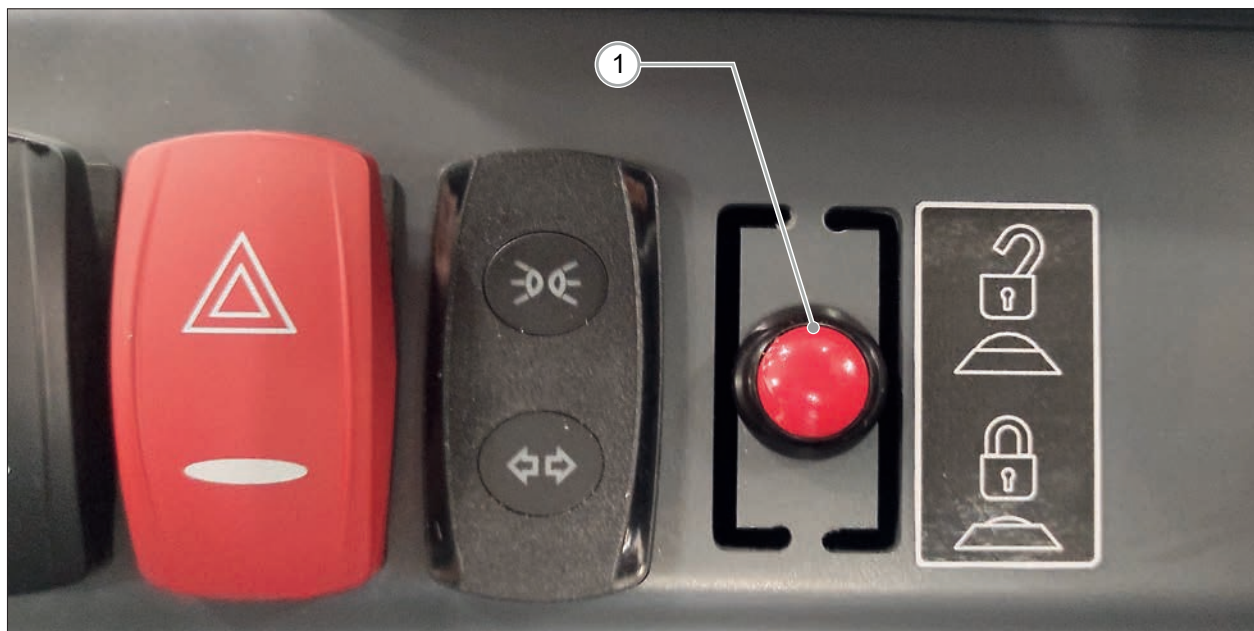

РИС. 33
При эксплуатации на дорогах общего пользования блокировка стрелы обязательна. Машина оснащается (опционально) переключателем (РИС. 33 - Сс. 1) блокирующим подъемную стрелу.
- 4) Нажмите переключатель (РИС. 33 - Сс. 1) для блокировки подъемной стрелы. Переключатель присутствует только на машинах, допущенных к эксплуатации на дорогах общего пользования.
- 2) Нажмите переключатель (РИС. 33 - Сс. 1) для разблокировки подъемной стрелы.